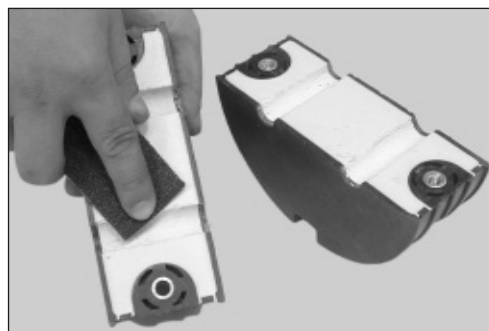

**Figura 14**
**4.8** Quite los tornillos laterales de los cabezales para separar las mitades (Figura 14).